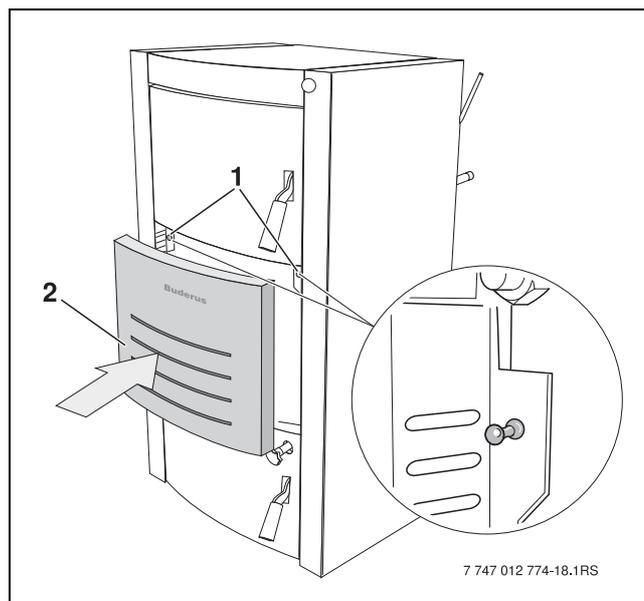

Fig. 16 Montaggio del rivestimento anteriore
- Applicare il rivestimento anteriore (→ fig. 16, pos. 2) sui perni (→ pos. 1) dei rivestimenti laterali.